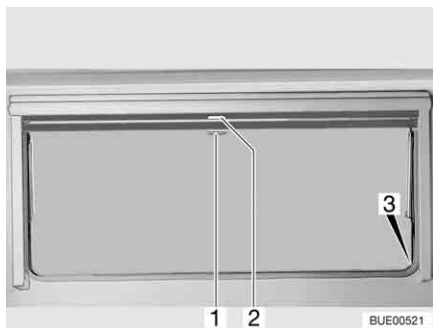

Bild 62 Överkantshängda fönster
Stänga: ■ Drag ned mörkläggningsrullgardinen med handtaget (Bild 62,2). När mörkläggningsrullgardinen dras ned helt fäster man det man i spärrarna (Bild 62,3) på båda sidorna på fönsterkarmen.
Öppna: ■ När mörkläggningsrullgardinen är helt neddragen: Tryck ned handtaget (Bild 62,2) och drag det något inåt. Nu kan man ta loss mörkläggningsrullgardinen ur spärrarna på båda sidorna av fönsterkarmen.
■ När mörkläggningsrullgardinen inte är helt neddragen: Drag handtaget (Bild 62,2) lätt nedåt tills spärren släpper.
Stänga: ■ Drag ner insektsnätet med handtaget (Bild 62,1) och fäst det i spärrarna (Bild 62,3) på båda sidorna av fönsterkarmen.
Öppna: ■ Tryck ned handtaget (Bild 62,1) och drag det något inåt. Lossa insektsnätet ur spärrarna på båda sidorna av fönsterkarmen.